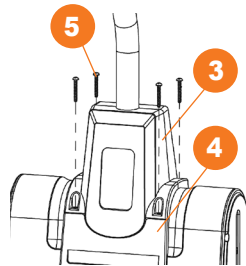

Рис. 6
- Закрепите верхнюю **3** и нижнюю крышки **4** четырьмя саморезами с крестообразной головкой **5** (Рис. 6).